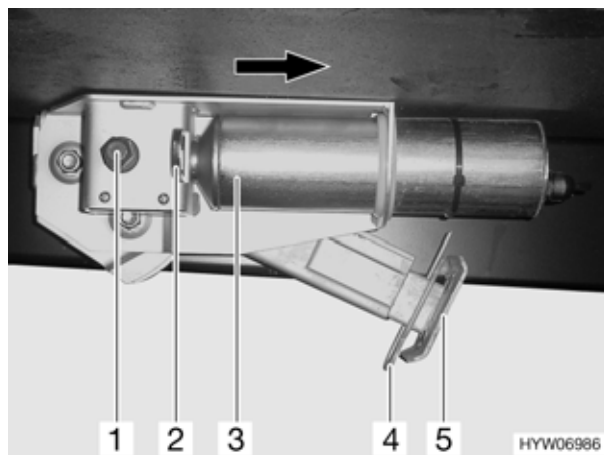

Fig. 24 Piedino di stazionamento elettrico
- Estrarre la copiglia (Fig. 24,4) dal prolungamento dell'estremità del piedino (Fig. 24,5).
- Premere all'interno l'archetto di sicurezza (Fig. 24,2).
- Spostare il motore (Fig. 24,3) in direzione della freccia fino alla battuta.
- Uscire o rientrare i piedini di stazionamento come piedini meccanici agendo sull'esagono (Fig. 24,1).